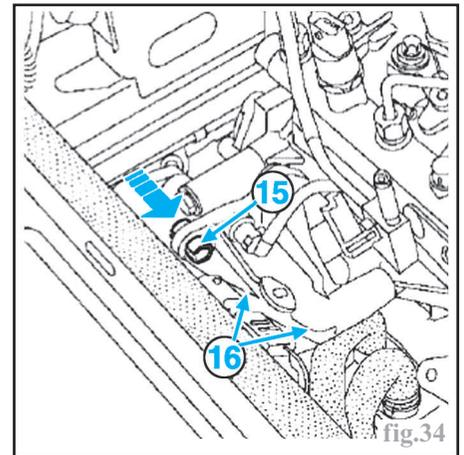

fig.34
- repousser la bague (15) du support arrière de pompe haute pression (fig.34).